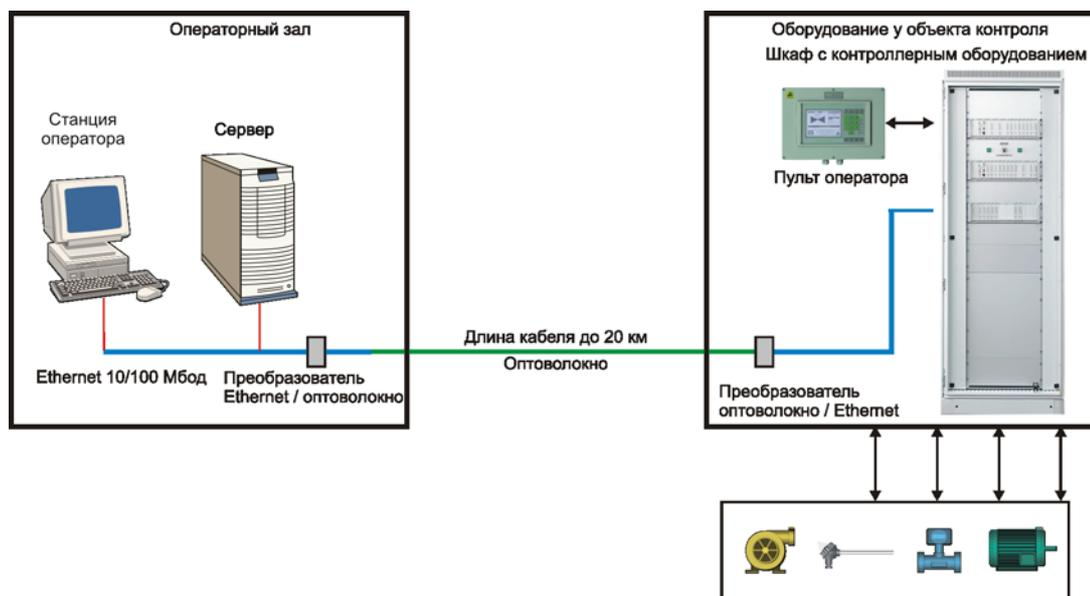

Рисунок 4 - Размещение всего контроллерного оборудования непосредственно с объектом контроля или управления
1) Размещение всего контроллерного оборудования непосредственно с объектом контроля или управления. В этом случае накладываются ограничения на расстояние удаления, связанное с максимальной дальностью удаления абонента сети Ethernet-100М, ограниченное 100 метрами. Это ограничение можно преодолеть, переведя физическую линию связи на оптический кабель. (см. рисунок 4)